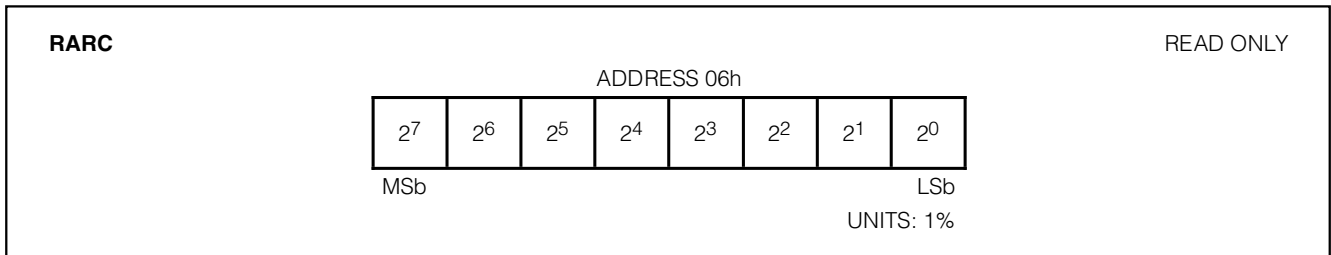

图16. 剩余相对有效电量寄存器格式
**剩余相对有效电量RARC，[%]**：RARC报告当前温度下从有效工作状态下的空放电量(IAE)到有效空电量时能够得到的电量，以相对百分比表示，RARC为8位。请参见图16。